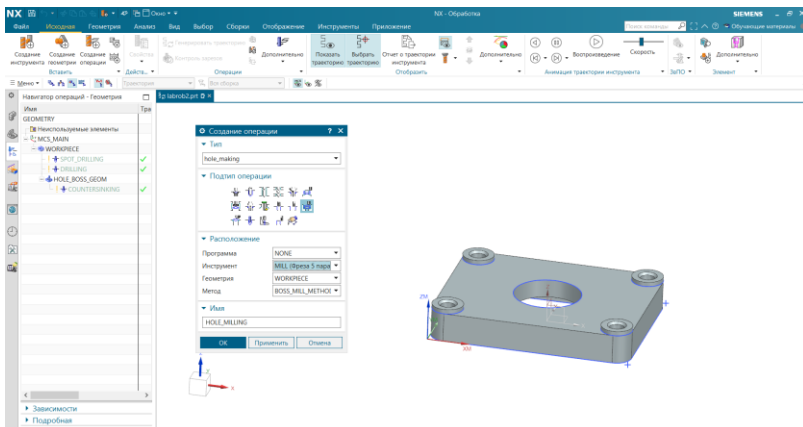

Рисунок 2.33 – Діалогове вікно «Создать операция»
17) Виконайте команду «Создание операции». З'явиться діалогове вікно (рис. 2.33).